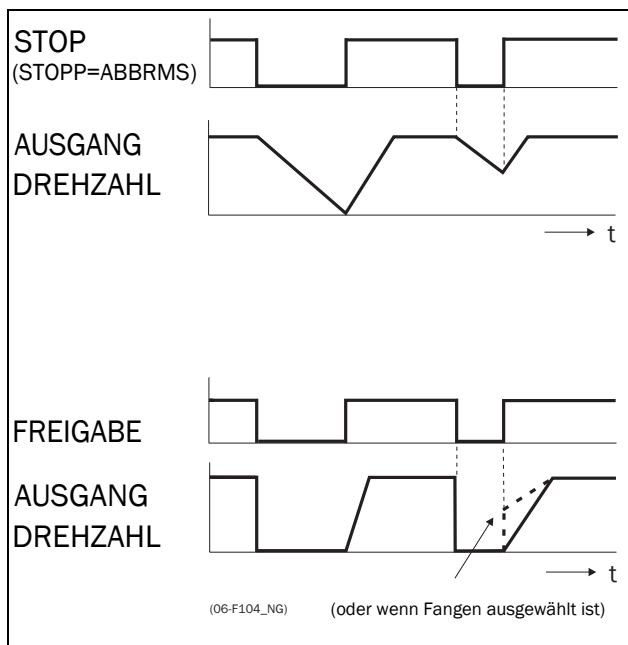

Abb. 77 Funktion des Stopp- und Freigabe-Eingangs
Wird der Eingang inaktiv (LO), stoppt der FU gemäß dem in Menü [33B] gewählten Stopp-Modus. Abb. 77 zeigt die Funktion der Freigabe- und Stopp-Eingänge und den Stopp Mode=Bremsen [33B].